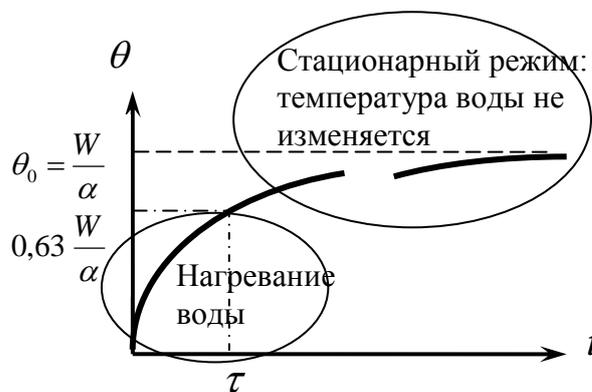

Рис. 4. Изменение температуры воды при нагревании. Вид зависимости (6).
На рис. 4 представлен график зависимости изменения температуры от времени при нагревании, например, воды, с учетом потерь тепла в окружающую среду за счет теплообмена. Если у нас маломощный нагреватель, вода никогда и не закипит: ее температура установится $T(t) = T_0 + \frac{W}{\alpha} < 100^\circ\text{C}$: в формуле (6) если время наблюдения достаточно большое, то значение $\exp\left(-\frac{t}{\tau}\right)$ стремится к нулю. Время установления стационарного режима оценивают через время релаксации: время, в течении которого система придет в состояние с температурой, отличной от стационарной θ_0 , в e (примерно 2,7) раз.